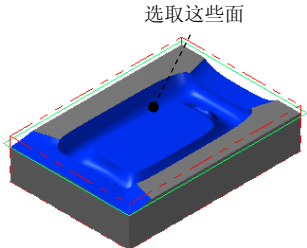

图 23.13 选取加工面
(1) 选取加工面。在图形区中选取图 23.13 所示的面（共 14 个面），然后按 **Enter** 键，系统弹出“刀具路径的曲面选取”对话框。